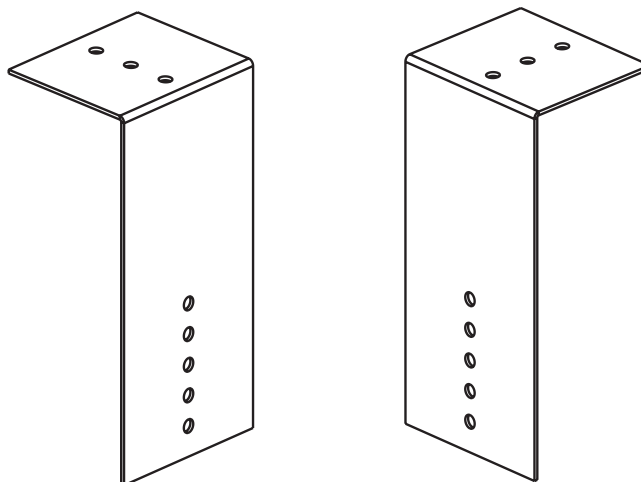

Figure 21. Supports de boîte d'adaptateur concentriques
4. Fixez des angles plus longs sur les supports de boîtier d'adaptateur concentriques (voir **Figure 21**) au boîtier d'adaptateur concentrique.
- b. Positionnez la boîte d'adaptateur concentrique pour qu'elle corresponde aux longueurs de tuyaux et fixez les angles courts des supports d'adaptateur concentriques (voir Figure 21) sous le toit à l'aide de la quincaillerie fournie sur place.